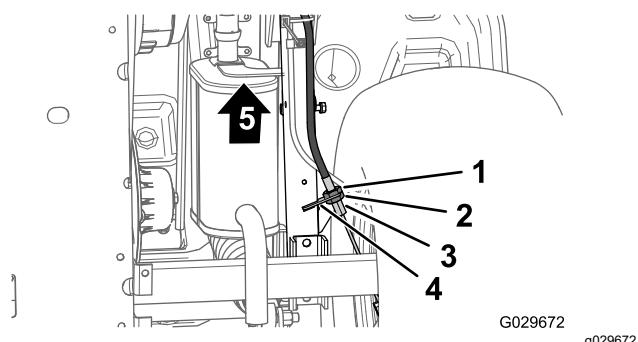

Рисунок 51
3. В нижней части машины ослабьте заднюю зажимную гайку резьбового регулятора троса стояночного тормоза на 4 оборота (Рисунок 51).
4. Затяните переднюю контргайку (Рисунок 51).
- A. Ослабьте затяжку передней зажимной гайки (Рисунок 51) на резьбовом регуляторе троса стояночного тормоза на один оборот.
- B. Затяните заднюю контргайку (Рисунок 51).
- A. Ослабьте затяжку задней зажимной гайки (Рисунок 51) на резьбовом регуляторе троса стояночного тормоза на один оборот.
- B. Затяните переднюю контргайку (Рисунок 51).